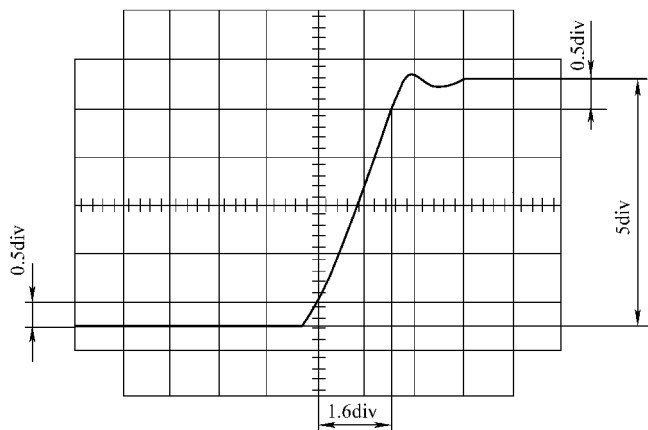

图 4-16 上升时间
2) 调节触发电平及“↔”水平移位电位器, 并按照脉冲前沿上升时间的宽度, 选择适当的“t/div”扫速挡级, 使屏幕上显示的信号波形如图 4-16 所示。